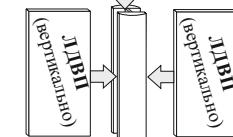

рис.5
4. Задняя стенка изделия ЛДВП, устанавливается **вертикально**, в середине скрепляется стыков. профилем (рис. 5).